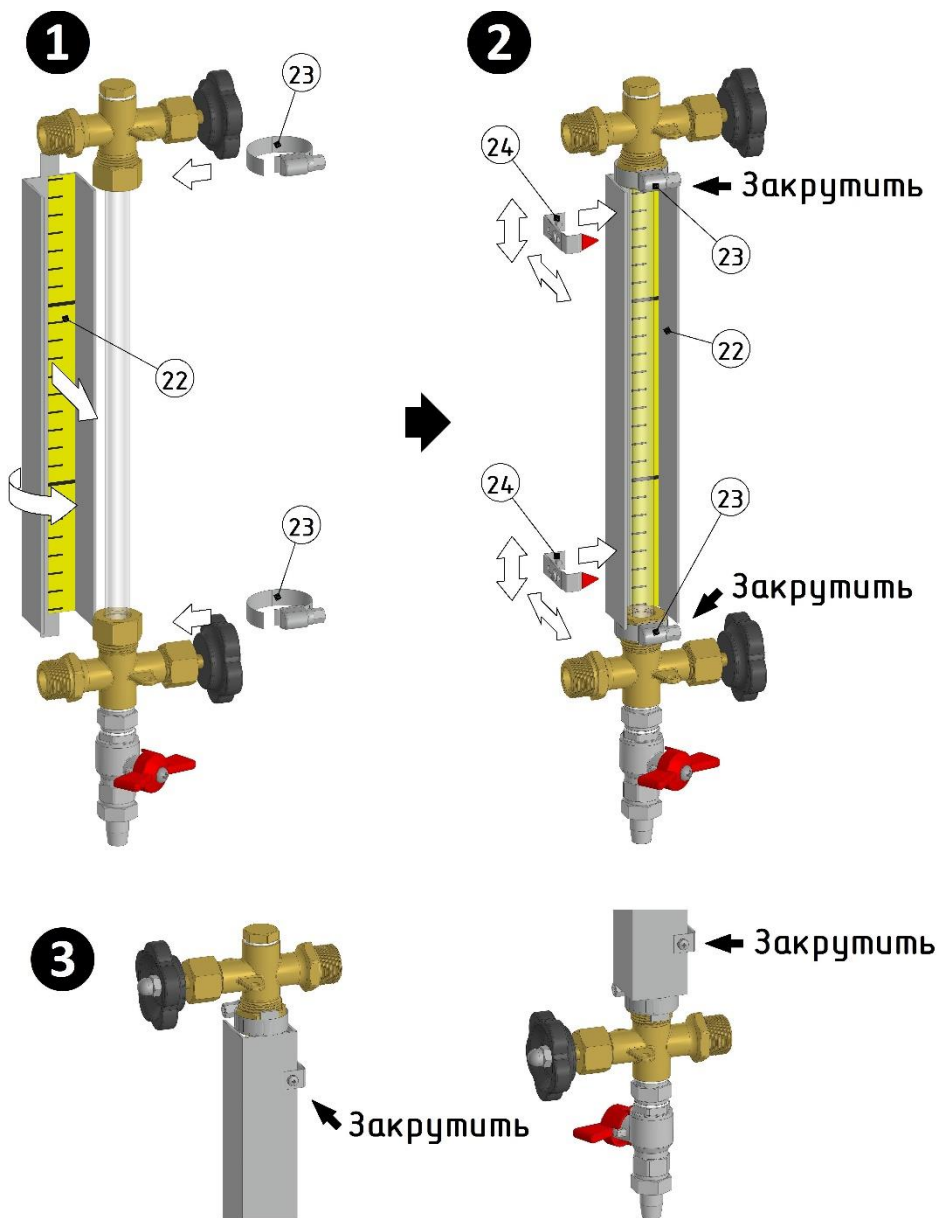

Рисунок 8.3 – Схема установки защитного кожуха
- 10) При успешном испытании на герметичность перед началом эксплуатации установите защитный кожух из комплекта поставки (см. рисунок 8.3):
- выкрутите винты хомутов (23) таким образом, чтобы лента вышла из зацепления с червяком винта;
- установите защитный кожух (22) на указатель уровня, сориентировав его в положении, удобном для наблюдения за столбом жидкости (конструкция позволяет поворот на 360°);
- 11) Установите указатели пределов (24) на необходимой высоте (отметке шкалы):